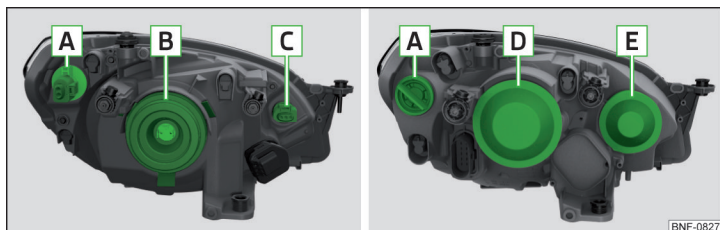

Fig. 171 Faruri față: Varianta 1/varianta 2
Disponerea becurilor cu incandescență » fig. 171
- » Rotiți soclul împreună cu becul cu incandescență **C** » fig. 171 la pagina 143 până la limită în sensul săgeții **1** » fig. 173.
- › Scoateți căpăcelul de protecție **D**, respectiv **E** » fig. 171 la pagina 143.
- › Introduceți căpăcelul de protecție **D**, respectiv **E** » fig. 171 la pagina 143.